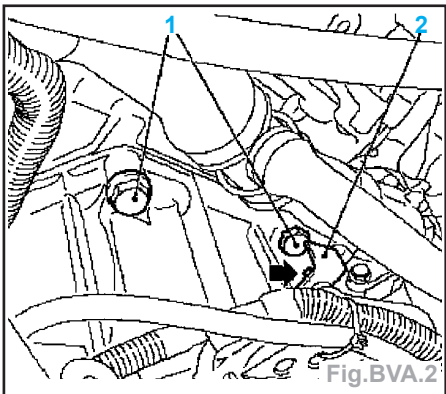

Fig.BVA.2
- Déposer le support du faisceau de câbles (2) (Fig.BVA.2).